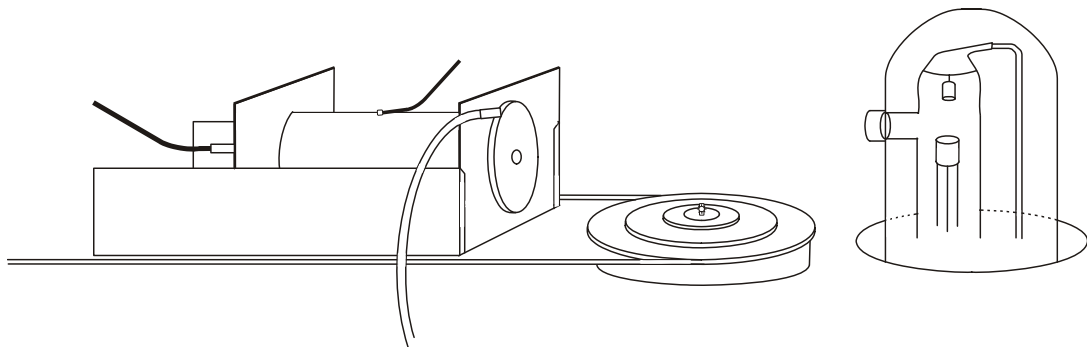

Fig. 2 Montagem da câmara de ionização no braço de medição
- Colocar a câmara de ionização no braço de medição (veja fig. 2).